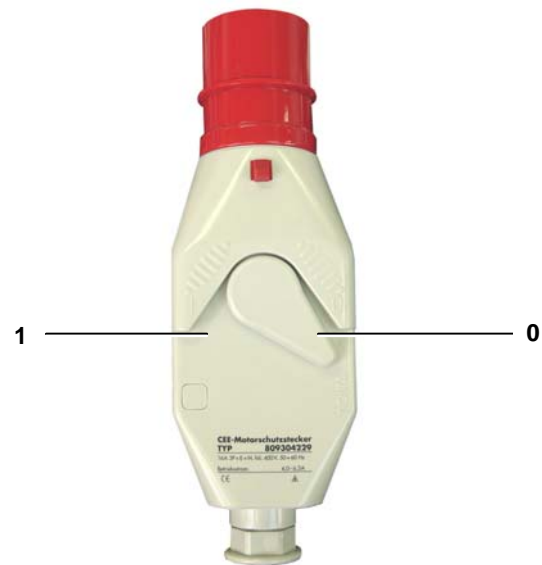

Abb. 43 Disjoncteur-protecteur
Le moteur est démarré manuellement à l'aide de l'interrupteur-démarréur (1, Abb. 43). Il est arrêté manuellement à l'aide de l'interrupteur (0) ou automatiquement à l'aide d'un disjoncteur thermique.